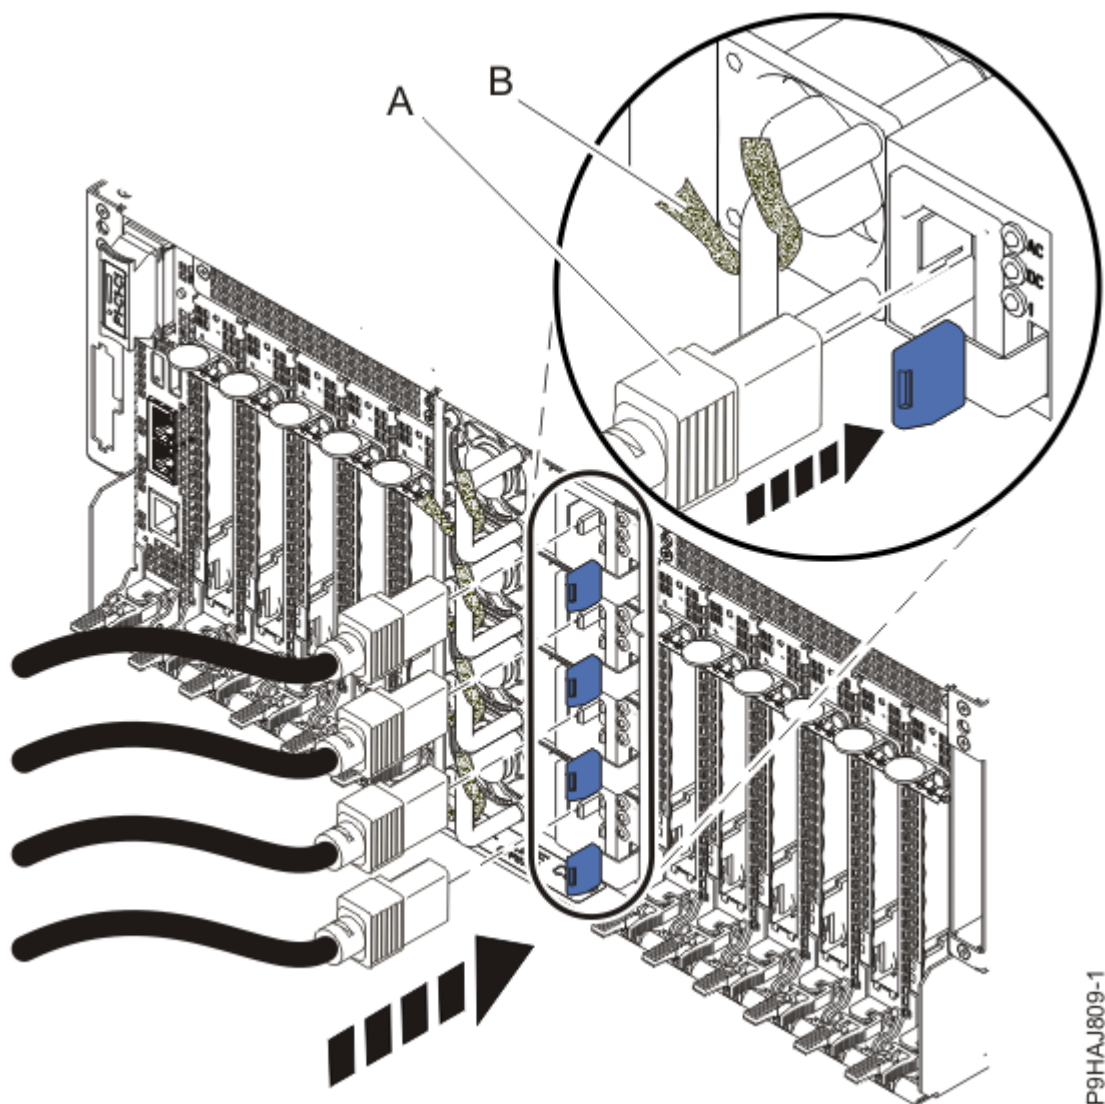

Figura 41. Cuplarea cordoanelor de alimentare și securizarea cablurilor cu elemente de fixare
6. Cuplați cordonanele de alimentare la sursele de alimentare **(A)**. Vedeți Figura 41 la pagina 51.
8. Atașați cordonul și cablurile cu legături de cablu sau cu elemente de fixare babă și moș **(B)**, după cum se arată în Figura 41 la pagina 51.